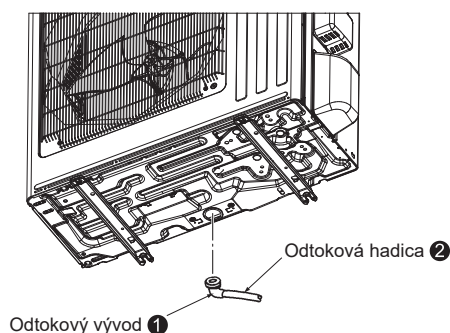

Fig. 4-1
4. Odtokové potrubie z exteriérovej jednotky (Fig. 4-1)